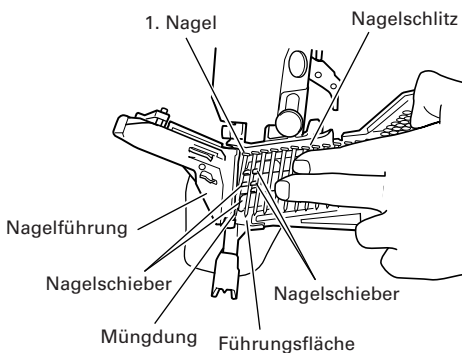

Abb. 5
- (2) Nägel in die Nagelführung ein legen. Ziehen Sie den Anfang des Coils aus dem Magazin. Setzen Sie den ersten Nagel in den Treiberkanal, den zweiten zwischen die zwei Haken des Schiebers. Legen Sie die Nägel so ein, dass die Köpfe in dem Führungsschlitz liegen. (**Abb. 5**)